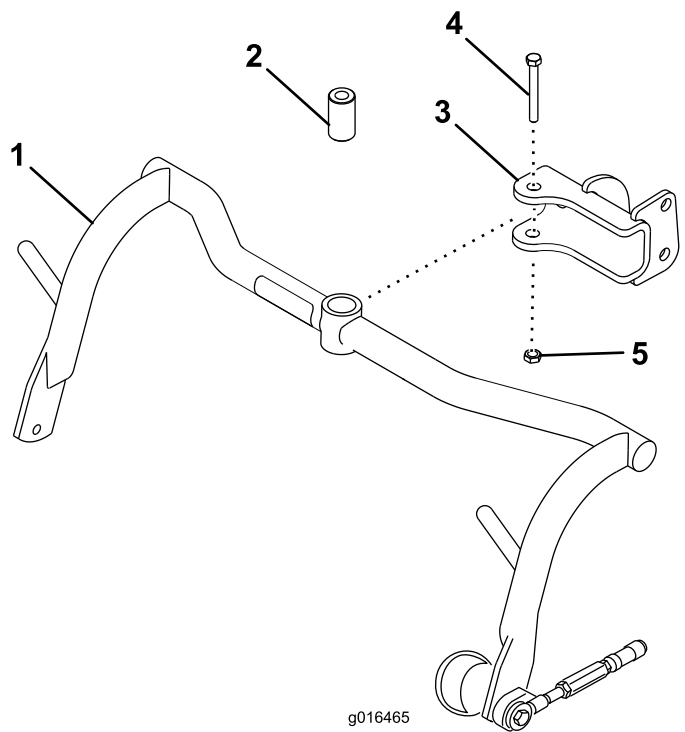

图8
1. 用隔片、螺栓（ $\frac{1}{2}$ x $3\frac{1}{4}$ 英寸）和锁紧螺母（ $\frac{1}{2}$ 英寸）将承载架组件安装到各个 U 形销上；请参阅图8。上紧扭矩至 $91\sim 113\text{N}\cdot\text{m}$ 。